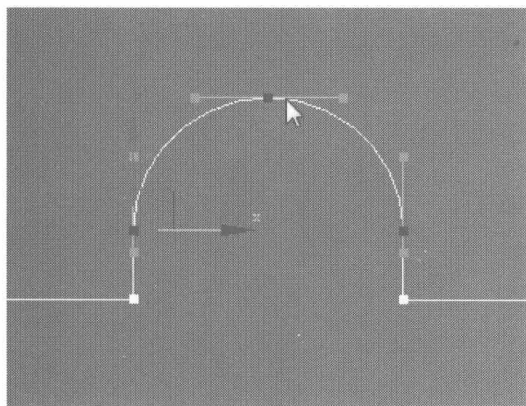
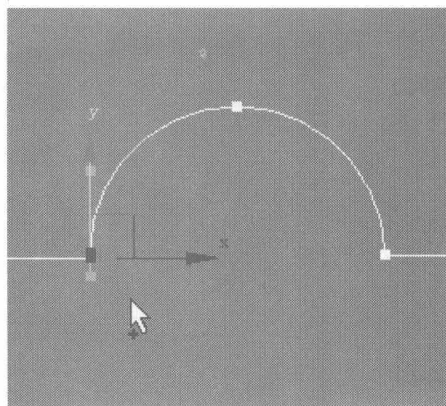

图 6.372
图 6.373
- 13** 在 Front 视图中选择如图 6.372 所示的节点，沿 Y 轴向下移动节点到合适的位置，再分别选择半圆形曲线两侧的节点，如图 6.373 所示，在控制面板中单击 Fuse 按钮，进行合并。